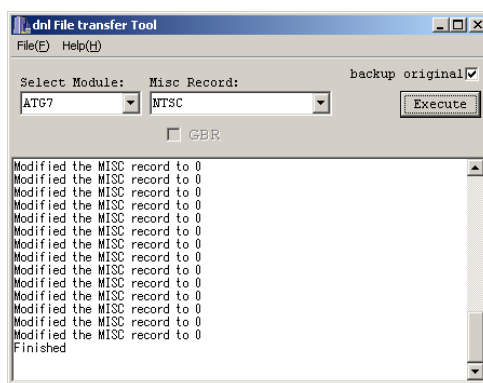

図 12 TgDNL の変換処理完了画面
- DNL ファイルの変換が実行されます。変換された DNL ファイルが変換前の名前で作成されます (図 12 参照)。